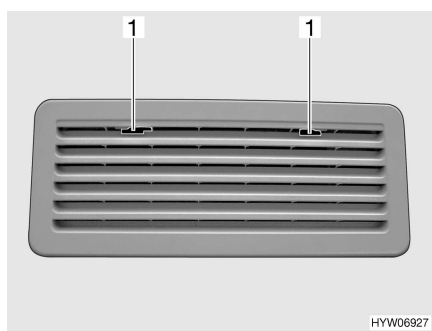
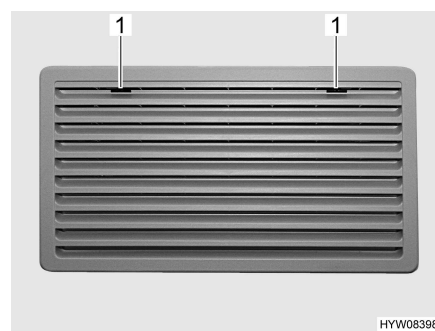

Fig. 91 Rejilla de ventilación del frigorífico (Thetford)
Fig. 92 Rejilla de ventilación del frigorífico, grande (Thetford)
- Deslizar el bloqueo (Fig. 91,1 ò Fig. 92,1) hacia el centro.